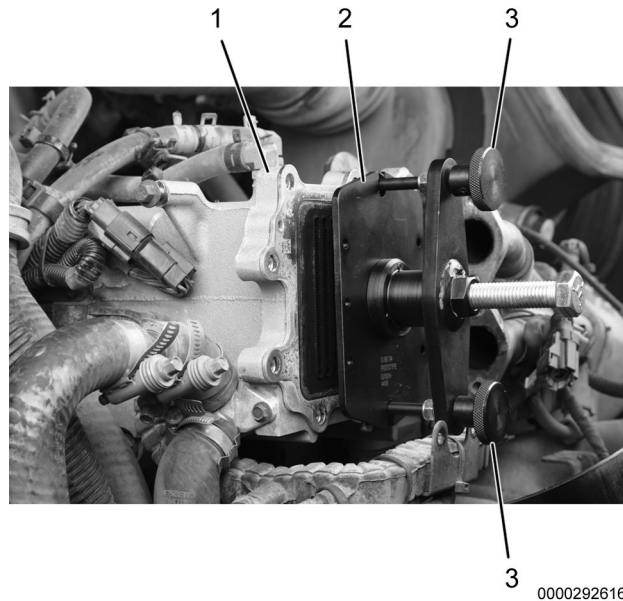

Figura 2. Tornillos giratorios del extractor del núcleo de LT EGR – Extracción del núcleo del enfriador de EGR LT.
1. Aplique compuesto antiagarrotamiento a las roscas de los dos tornillos giratorios (Figura 2, elemento 3).
2. Coloque el extractor del núcleo de EGR LT (Figura 2, elemento 2) en el alojamiento del enfriador de EGR LT (Figura 2, elemento 1) con dos tornillos giratorios (Figura 2, elemento 3) apretando con la mano.